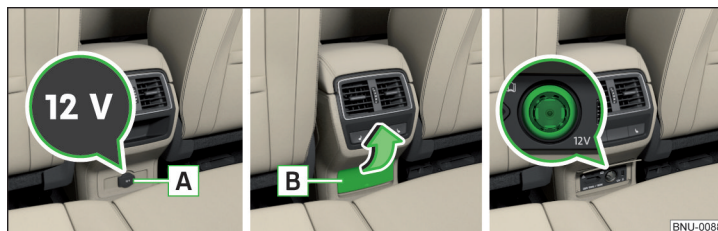

Fig. 127 Cubierta del enchufe de 12 voltios / Abrir la cubierta del enchufe de 12 voltios
- » Para el **uso**, abrir la cubierta  y/o abrir la tapa  en el sentido de la flecha » fig. 127.